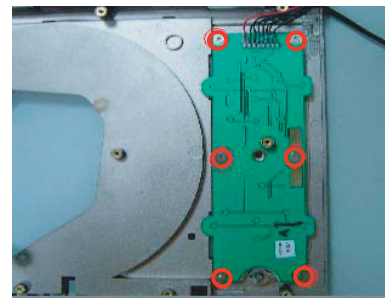

Fig.5
4. Remova o painel teclado e as outras partes como a Fig.5